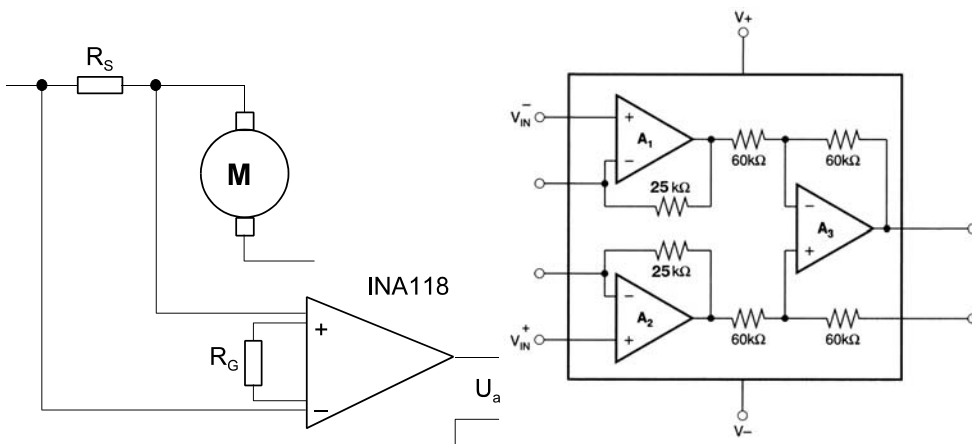

Abb. 4
8. Der durch eine Last fließende Strom ist zu überwachen (Abb. 4). Im Beispiel sollen es maximal 5 A sein. Am Meßwiderstand sollen dabei 200 mV abfallen. Dimensionieren Sie R_s und R_G so, daß sich bei 5 A Laststrom eine Ausgangsspannung U_a von 2 V ergibt. (10 Punkte)
9. Wir bleiben bei Abb. 4. Wenn die Ausgangsspannung 2,1 V übersteigt, soll ein Relais anziehen (um irgend eine Notmaßnahme zu veranlassen). Entwerfen Sie eine entsprechende Zusatzbeschaltung (nur Prinzipschaltbild und Erläuterung der Wirkungsweise; keine Dimensionierung). Es wird angenommen, daß die jeweils benötigten Versorgungsspannungen bereitgestellt werden können. Tip: teilen Sie sich das Problem auf: 1. Bereitstellung der Bezugsspannung von 2,1 V (möglichst billig, aber irgendwie stabil), 2. Erkennen der Überschreitung, 3. Ansteuern des Relais.